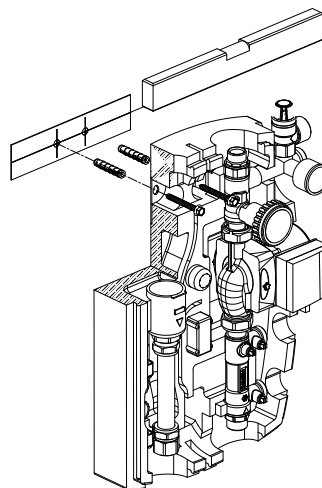

Fig. 1
6. Placera cirkulationsgruppen på väggen och fäst med de medföljande skruvarna (se fig. 1).